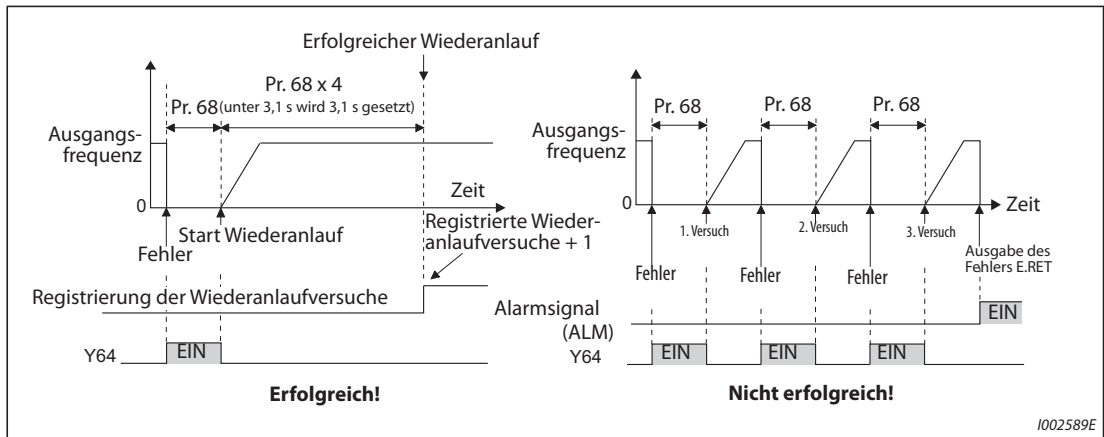

Abb. 5-136: Beispiel für einen erfolgreich und einen nicht erfolgreich ausgeführten Wiederanlauf
- Übersteigt die Anzahl der Wiederanlaufversuche den mit Parameter 67 eingestellten Wert, erfolgt die Ausgabe der Fehlermeldung „E.RET“ (siehe auch Abb. 5-136).